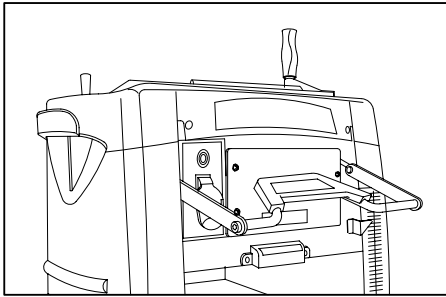

Fig. 11
8. Pousser le levier de verrouillage de lame. (Fig. 11)